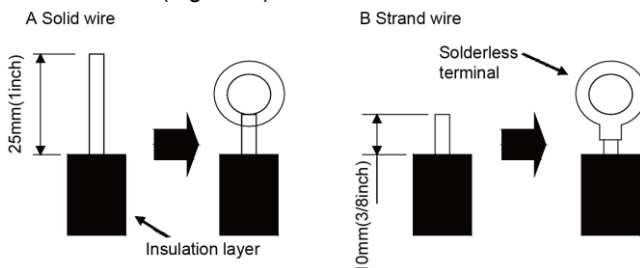

Fig. 4.36
(1). For solid core wiring (Fig. 4.36)
## (2). For strand wiring (Fig. 4.36)